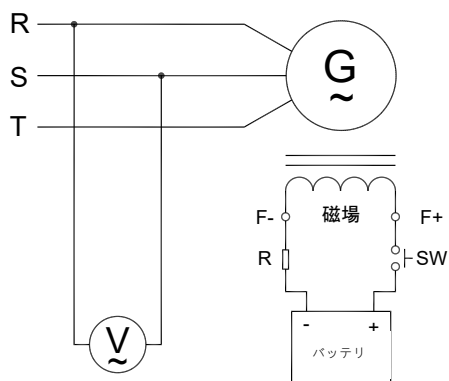

図4 手動励磁回路図
4.2.1 発電機を停止し、電圧調整器と発電機の接続を切り離してから残留磁束の再構築を行う。励磁時間は約3秒（配線図は図4参照）